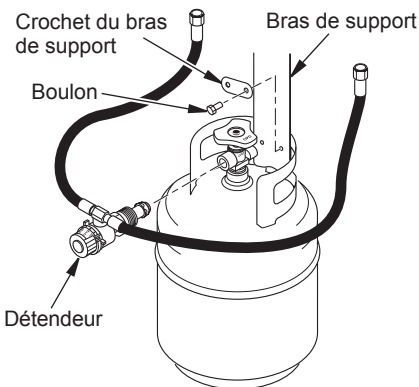

Figure 5 - Raccordement du bras de support et du détendeur au réservoir de propane/GPL
5. **Modèles à 2 brûleurs seulement** Raccordez l'appareil de chauffage au cadre protecteur du réservoir de propane/GPL en plaçant le bras de support à l'intérieur du cadre et les boulons dans les trous du cadre (voir figure 5). Serrez bien le crochet du bras support pour le maintenir en place à l'aide des écrous à oreilles fournis.